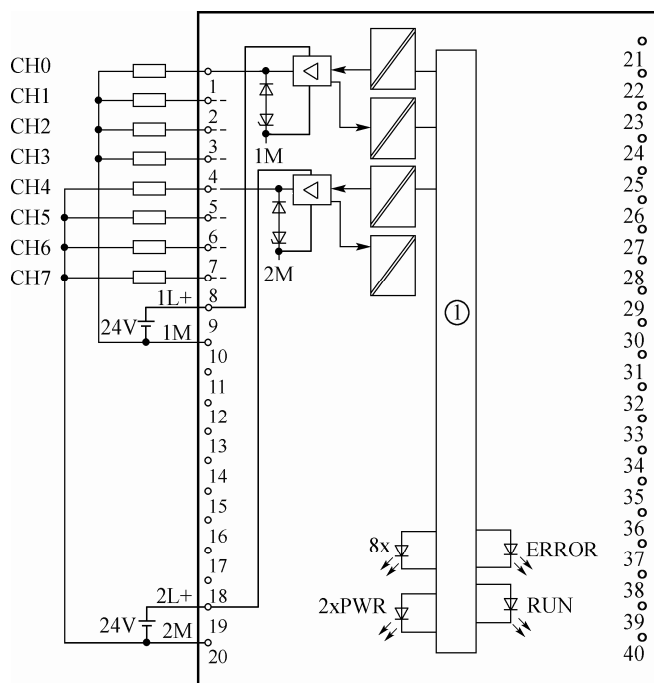

图 2-16 晶体管输出的数字量模块（6ES7522-1BF00-0AB0）的接线
① 晶体管输出 只能接直流负载，响应速度最快。晶体管输出的数字量模块（6ES7522-1BF00-0AB0）的接线如图 2-16 所示，有 8 个点输出，4 个点为一组，输出信号为高电平有效，即 PNP 输出。负载电源只能是直流电。